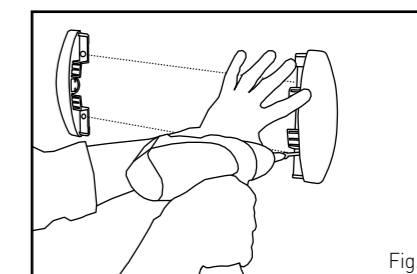

Fig. 1
- Percer et cheviller le mur puis fixer les embouts et angles au mur. (Cf. Fig.1)